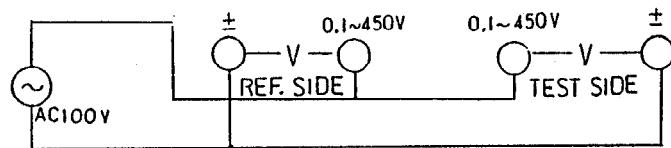

FIG. 3
- 1) 同相電圧の場合 (Fig. 3) REF. SIDEとTEST SIDE に同相電圧 (0°) 印加して下さい。